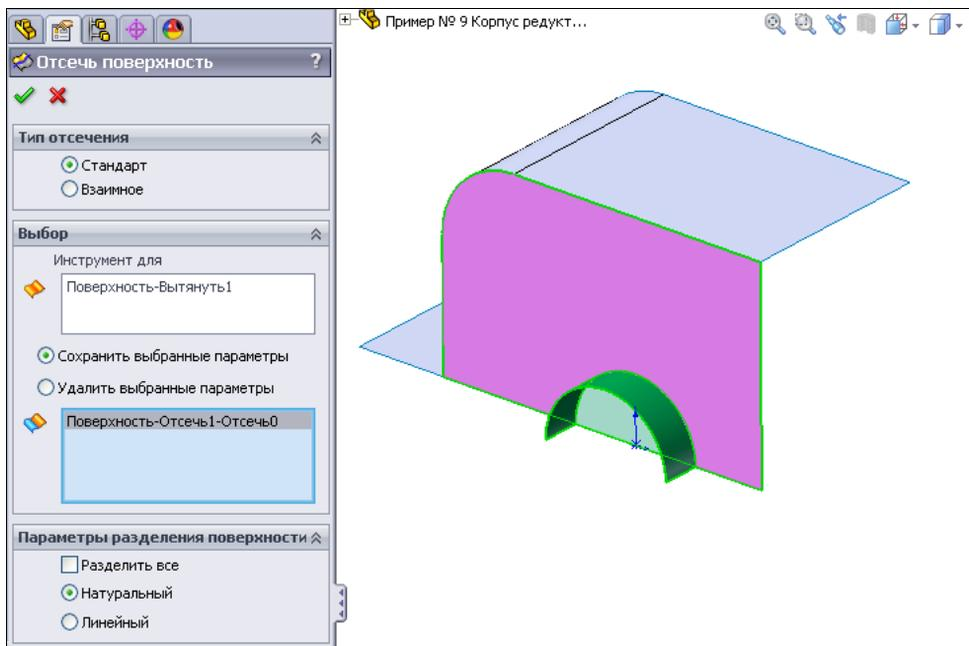

Рис. 2.102
11. Аналогичным способом удалим часть плоской поверхности, которая отсекается цилиндрической поверхностью (рис. 2.102).